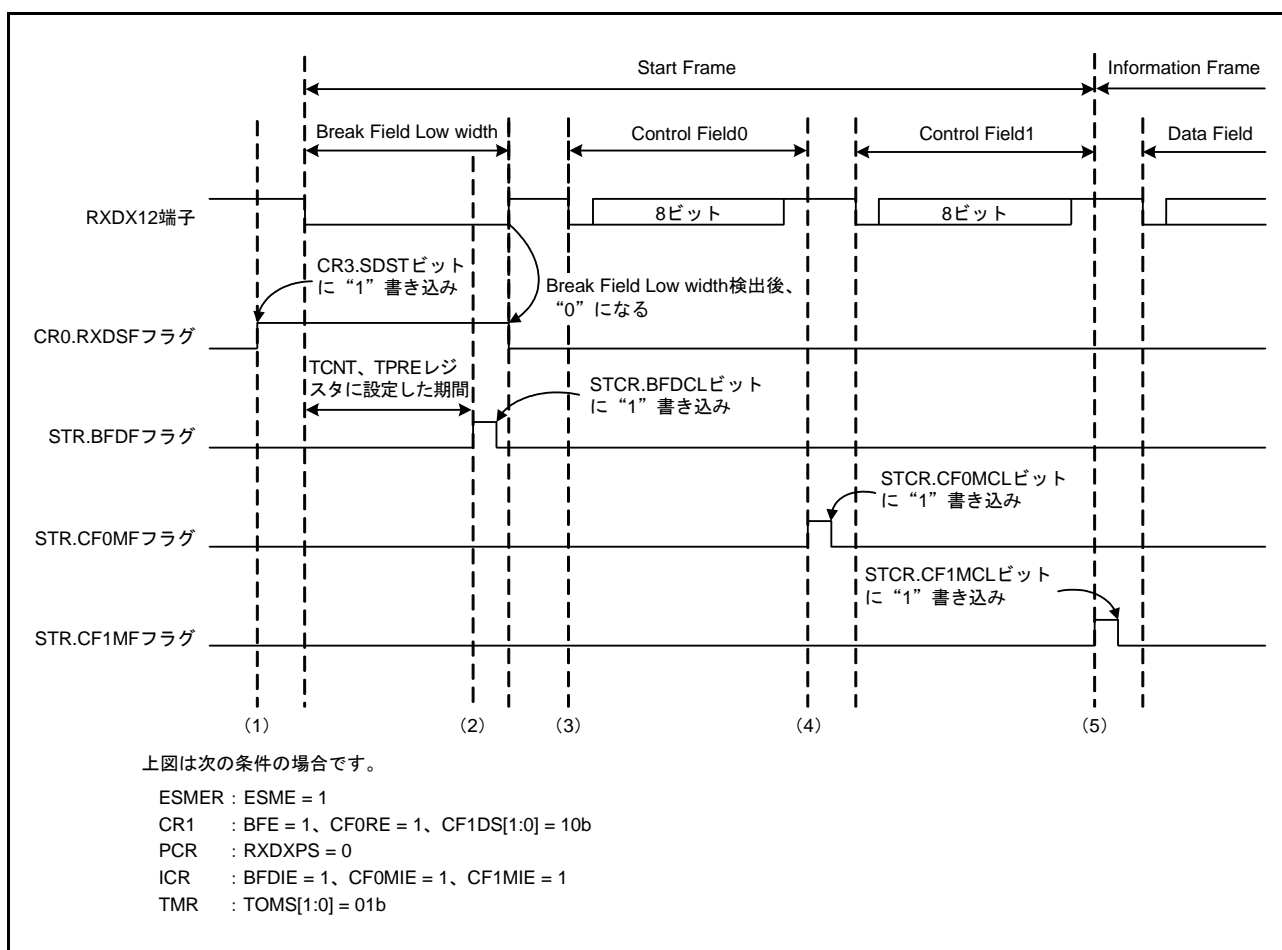
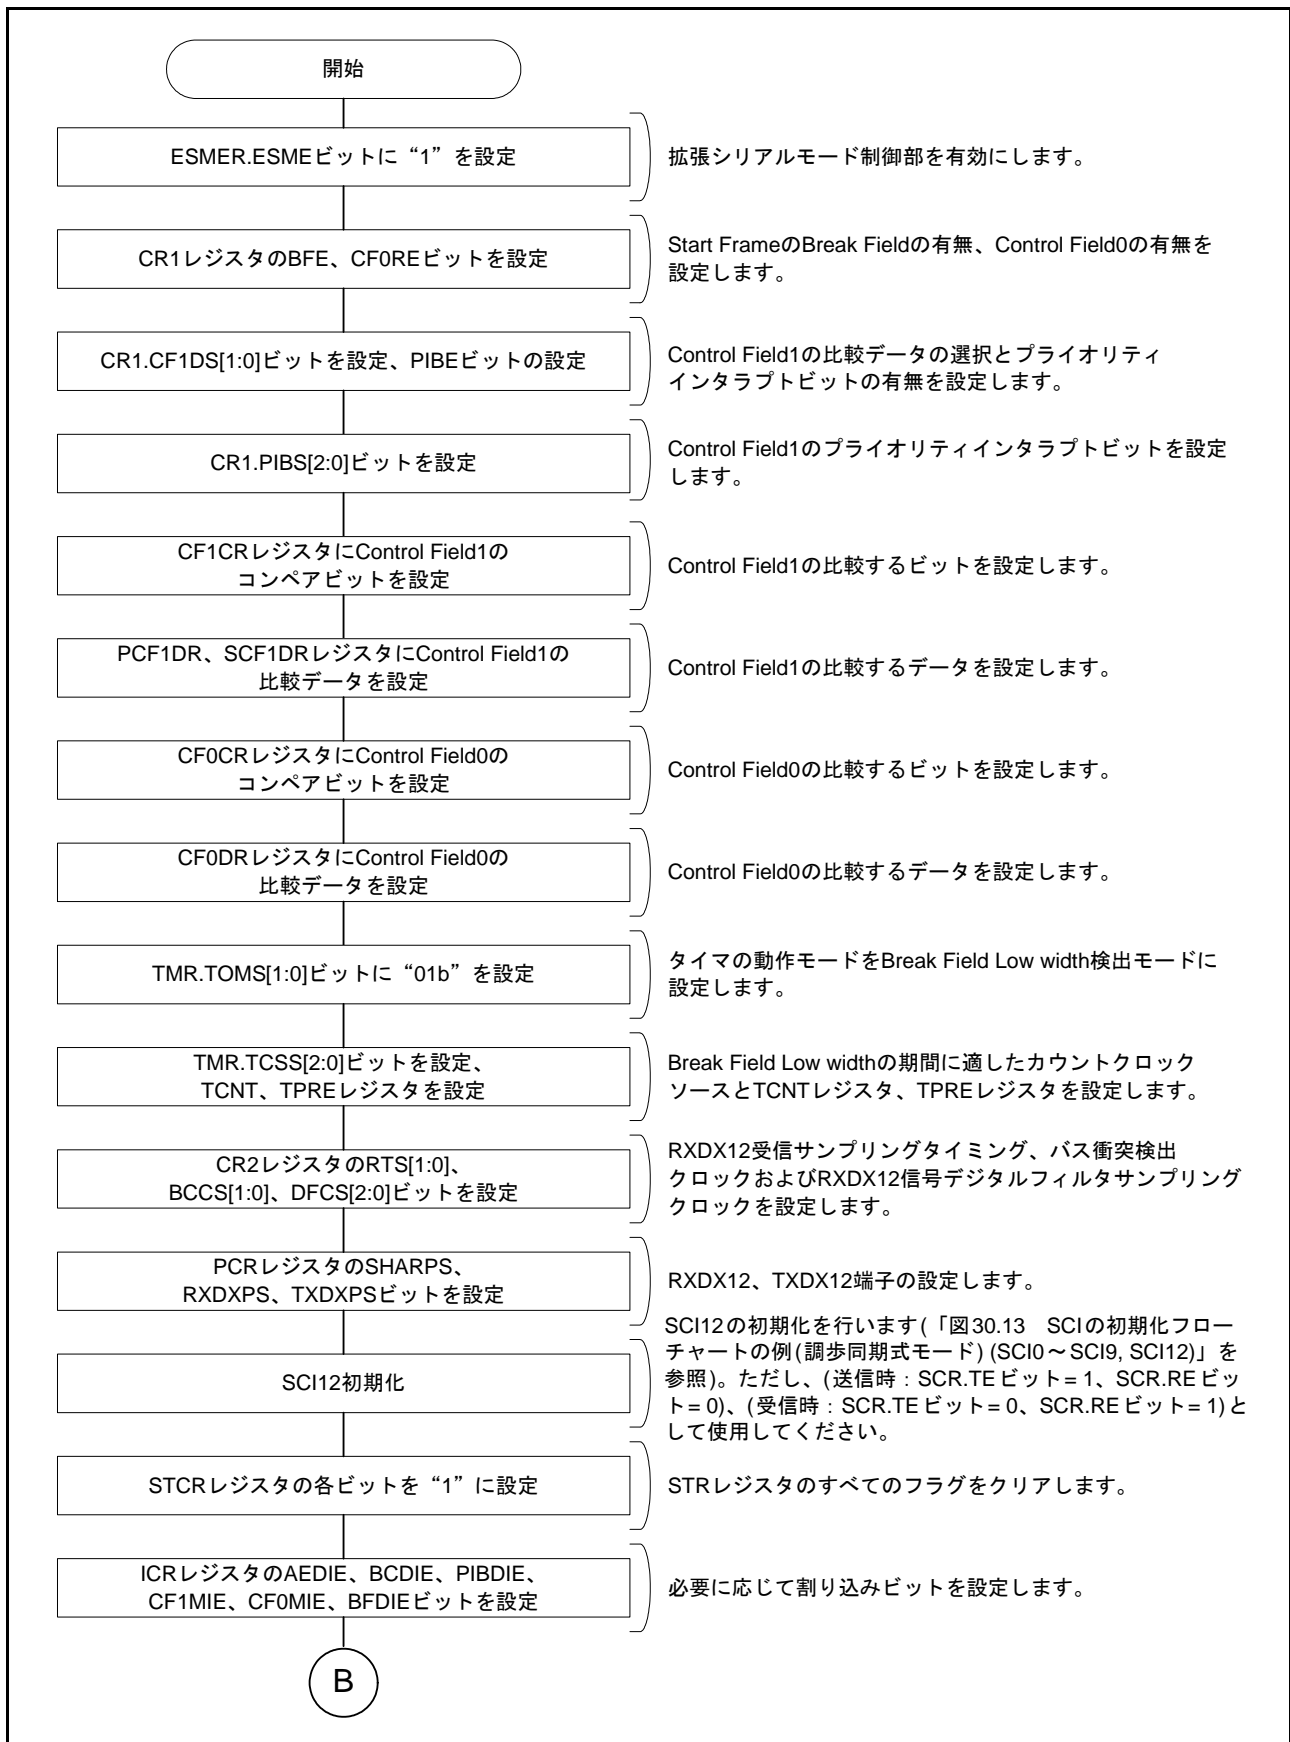
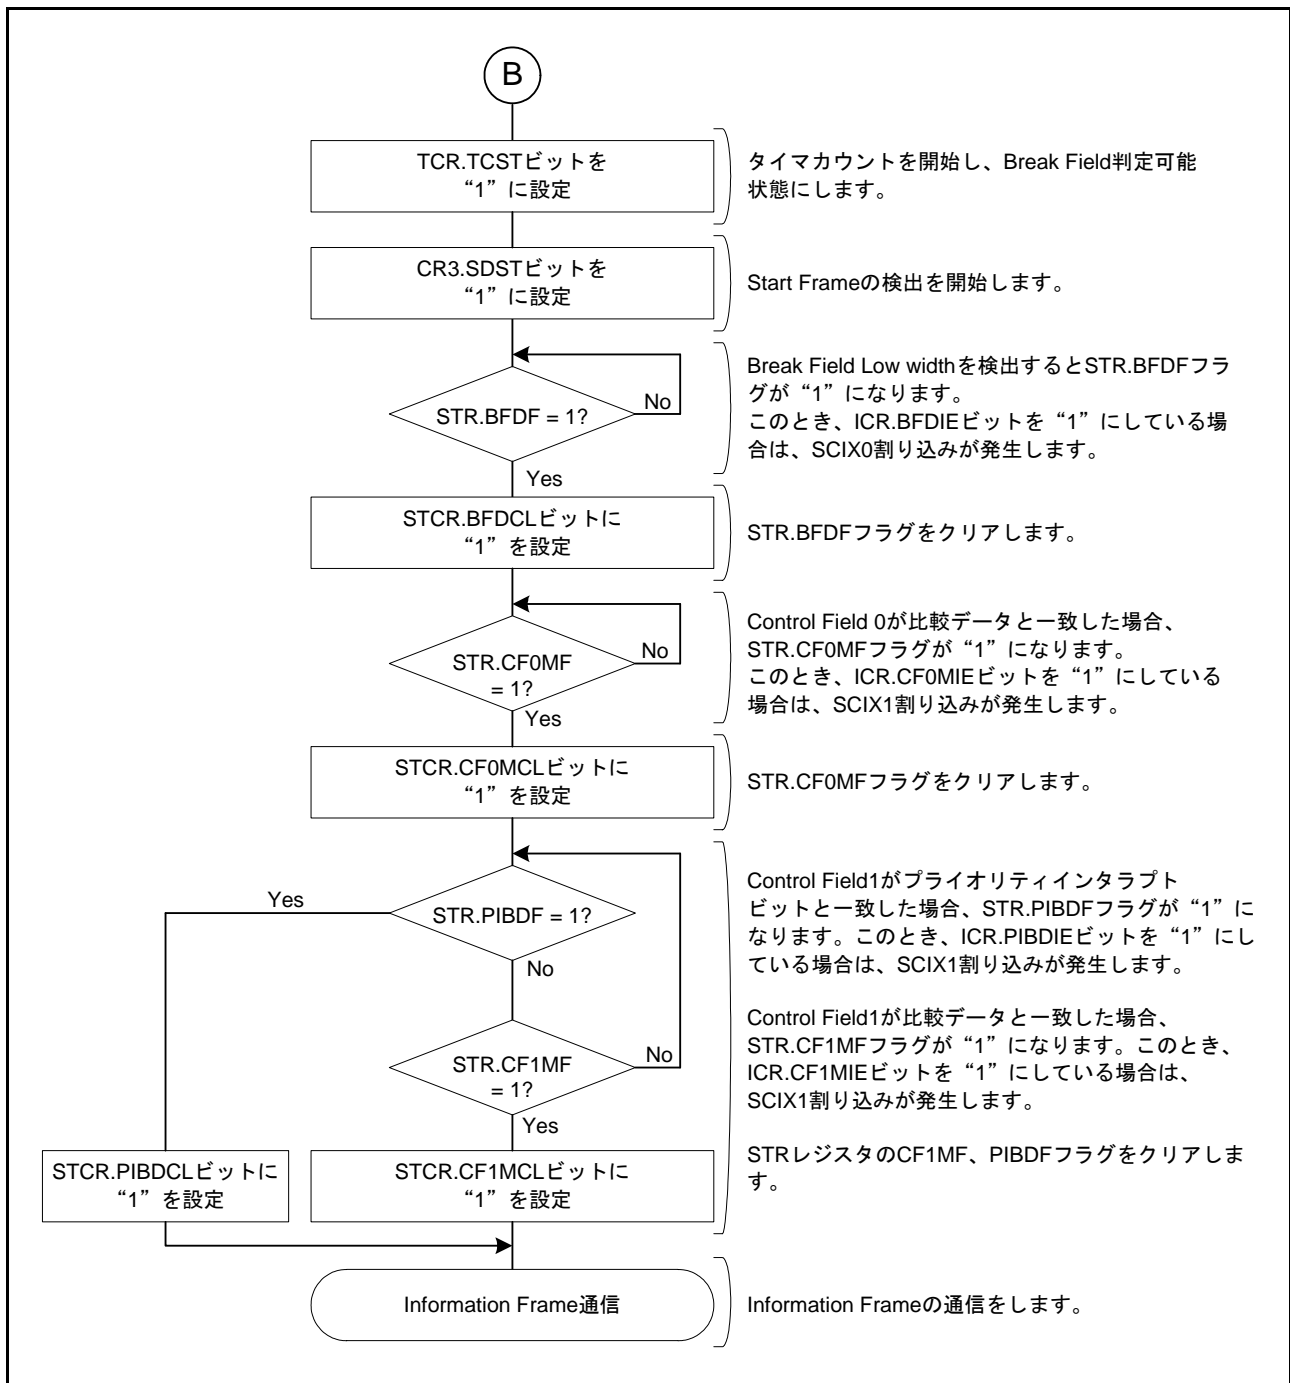
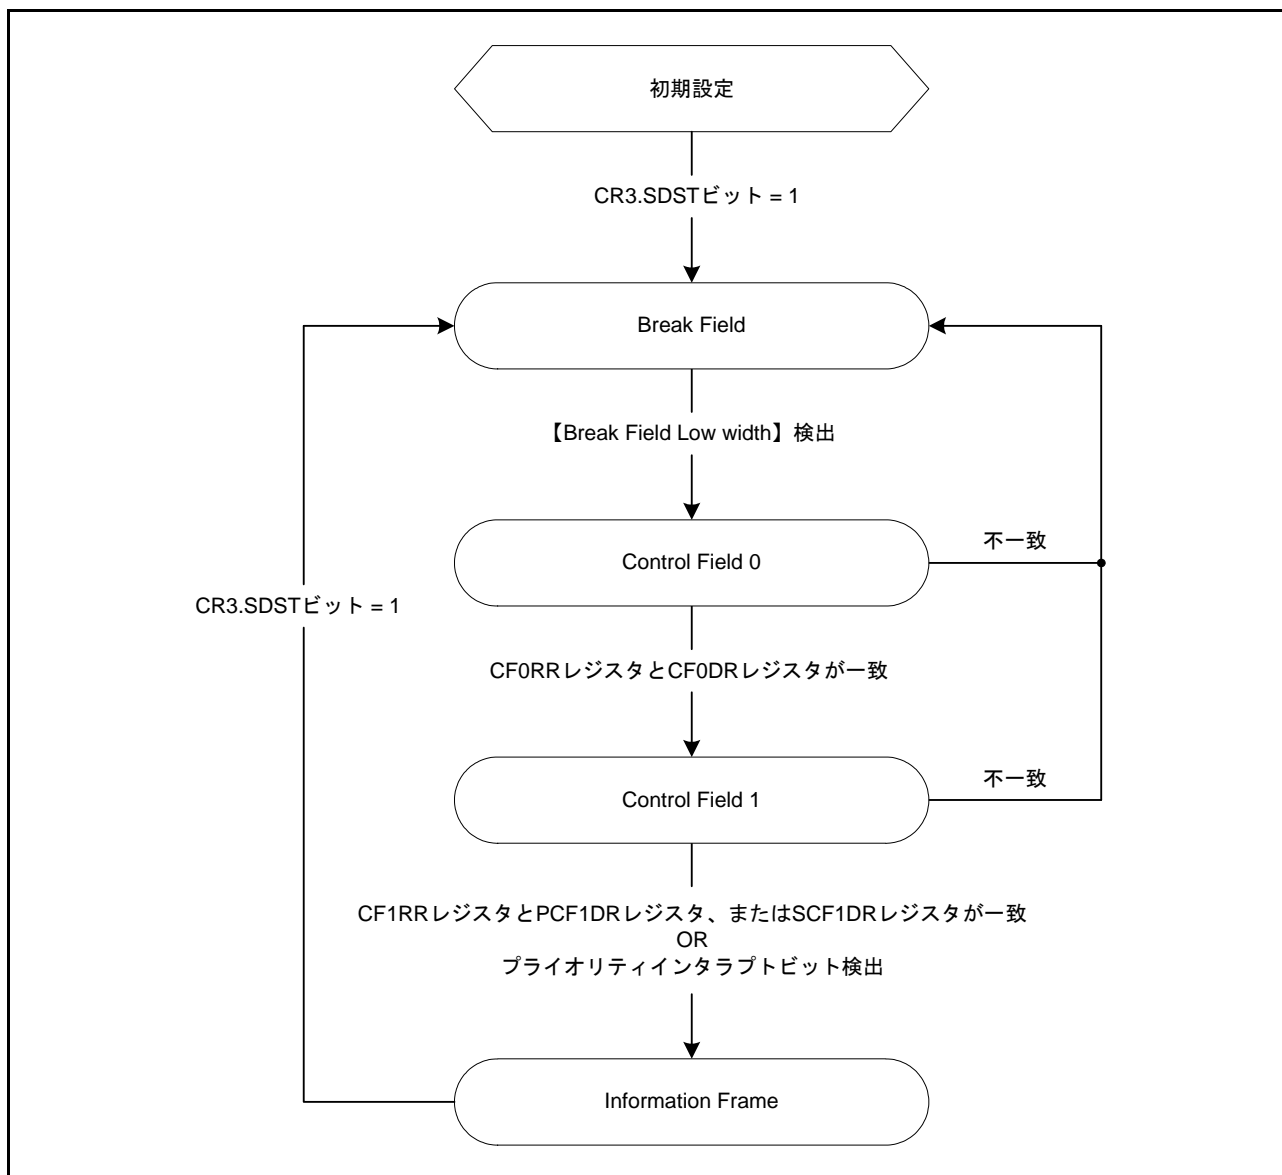

図 30.70 Start Frame 受信時の動作例
図 30.71 Start Frame 受信フローチャート例 (1)
図 30.72 Start Frame 受信フローチャート例 (2)
図 30.73 Start Frame 受信時の状態遷移図
図 30.70 に Break Field Low width、Control Field 0 および Control Field 1 で構成される Start Frame の受信時の動作例を示します。また、図 30.71、図 30.72 に Start Frame の受信を行うためのフローチャート、図 30.73 に Start Frame 受信時の状態遷移図を示します。
(1)～(4) は図 30.70 の Start Frame 受信時の動作例 (1)～(4) と同様になります。
(5) CR1.PIBS[2:0] ビットで指定したビットの値が PCF1DR レジスタに設定した値と一致した場合、STR.PIBDF フラグが“1”になります。また、ICR.PIBDIE ビットを“1”にしている場合は、SCIX1 割り込みが発生します。その後、Information Frame の通信を行います。Control Field 1 で受信したデータが PCF1DR レジスタまたは SCF1DR レジスタに設定したデータのどちらとも一致せず、プライオリティインタラプトビットも検出しない場合は、Break Field Low width 検出前の状態に遷移します。